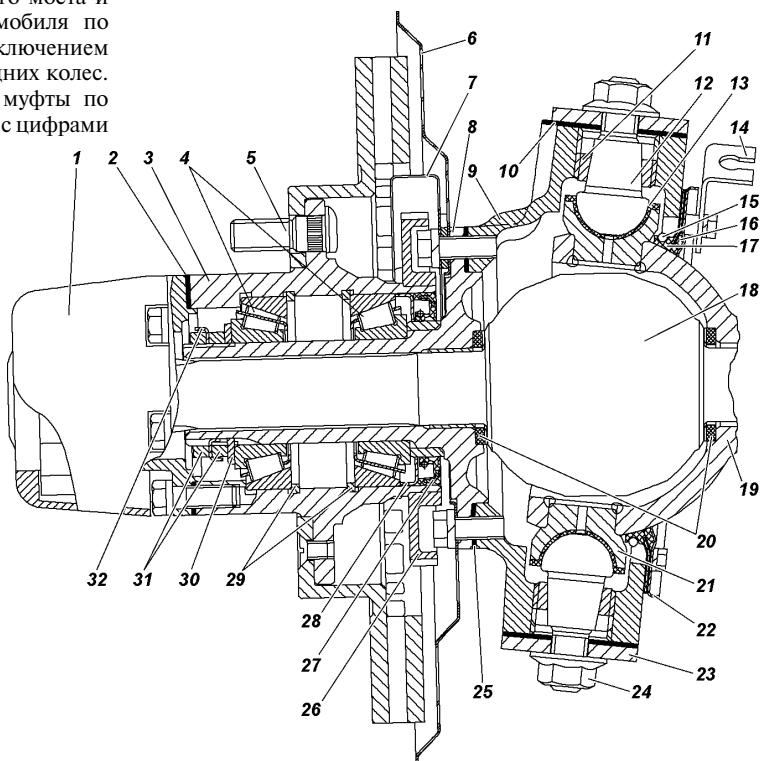
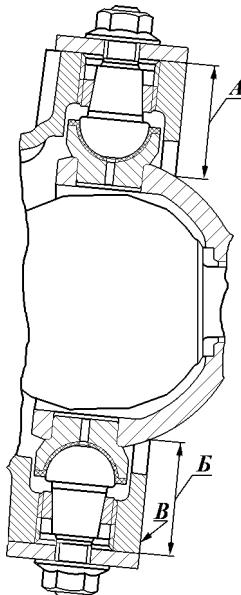

Рис. 9.12. Поворотный кулак и ступица:
Рис. 9.14. Регулировка затяжки шаровых шкворней поворотного кулака
На рис. 9.12 представлен поворотный кулак переднего моста, оснащенный шарнирами равных угловых скоростей типа "Бирфильд" и сферическими шкворневыми узлами.
Добавление смазки в сферические шкворни и в шаровые опоры с шарнирами типа "Бирфильд" (см. рис. 9.12 и 9.21) в процессе эксплуатации не требуется. При ремонте смазка заменяется. **Применяйте только рекомендованные смазки. (Для смазывания шарниров равных угловых скоростей типа "Бирфильд" используйте смазки ШРУС-4, ШРУС-4М или импортные аналоги).**
Регулировка затяжки шаровых шкворней (см. рис. 9.12) поворотного кулака на заводе производится с предварительным натягом вдоль общей оси шкворней.
2. Заворачивайте зажимные втулки до упора шкворней во вкладыши с обеих сторон, обеспечив при этом равенство размеров А и Б (рис. 9.14) от торцев корпуса 9 (см. рис. 9.12) поворотного кулака до сферы шаровой опоры 19. *Допускается неравенство размеров А и Б (см. рис. 9.14) не более 0,2 мм. Для получения достаточной точности измерение размеров А и Б следует проводить в плоскости В.*
5. Установите накладки 23 (см. рис. 9.12) с прокладками 10 и затяните гайки 24 с крутящим моментом 80-100 Н·м (8-10 кгс·м).
*Проконтролируйте размеры А и Б (см. рис. 9.14).*
*Крутящий момент поворота шаровой опоры 19 (см. рис. 9.12) (или корпуса 9 поворотного кулака, если шаровые опоры не отсоединялись от кожуха полуси) в любую сторону относительно общей оси шкворней должен быть в пределах 10-25 Н·м (1,0-2,5 кгс·м).*